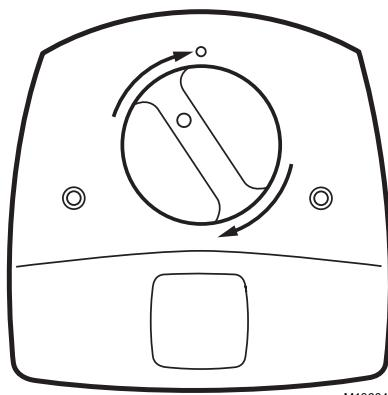

Fig. 9. Faire tourner la poignée jusqu'à ce qu'elle soit bien insérée en place.
- Faire tourner la poignée de la lampe dans le sens horaire jusqu'à ce qu'elle soit en prise et que le voyant soit vis-à-vis le bouton en relief situé sur le couvercle. Voir la Fig. 9.